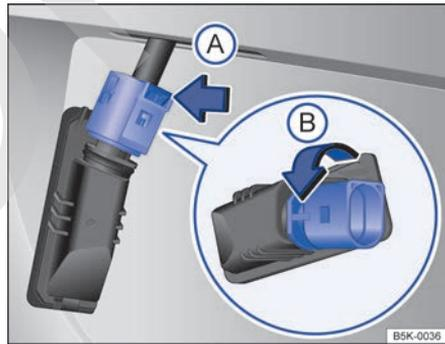

Fig. 179 Luz de la patente: desmontaje del portalámparas.
4. Presione el bloqueo del conector en el sentido de la flecha ⇒ fig. 179 (A) y desacople el conector.
5. Gire el portalámparas en el sentido de la flecha (B) y extráigalo con la lámpara.
7. Coloque el portalámparas en la luz de la patente y gírelo en el sentido contrario al de la flecha (B) hasta el tope.